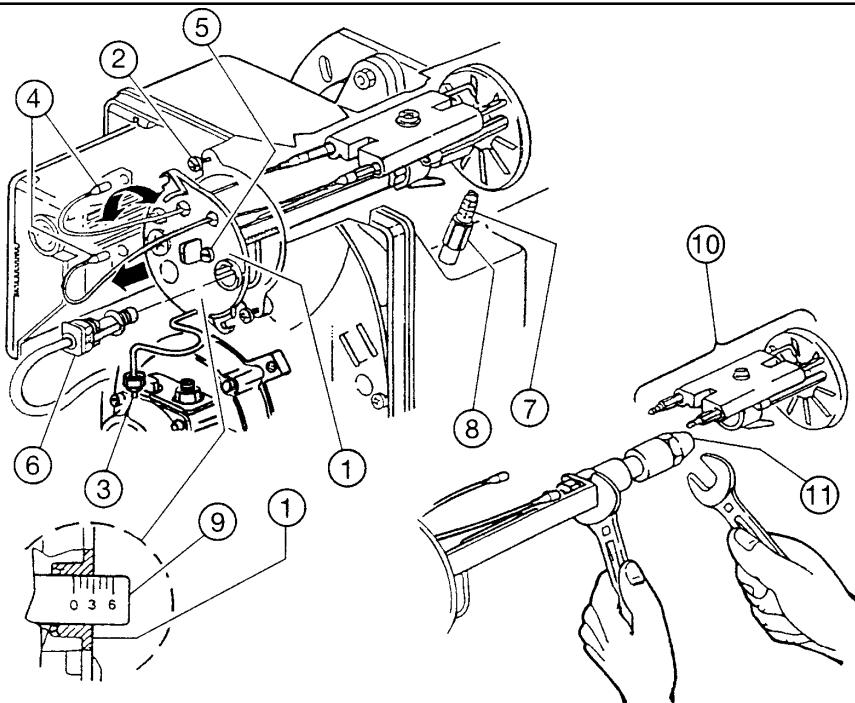

Рис. 13
- после отвинчивания винтов 2, гаек 3, отсоединения провода 4 и фоторезистора 6, освободить подход к форсункодержателю 1 (см. рис. 13);
- удалить из прохода форсункодержателя суппорт стабилизатора пламени 10, после отвинчивания гайки 3 (Рис. 13) трубопровода;
- навинтить форсунку 11 как показано на рис. 13.
Зависит от расхода горелки и делается с помощью винта 5 до тех пор, пока необходимая цифра на настроенной линейке 9 не совпадет с плоскостью 1 группы форсункодержателя (см. рис. 13).
На рис. 13 головка регулируется для расхода 0,85 галлон/ч (CRONO 5-L), 12 бар. Настроенная линейка 9 находится в положении 3 (Таблица 1).
Для настройки отвернуть гайку 8 и регулировать с помощью винта 7 (см. рис. 13).